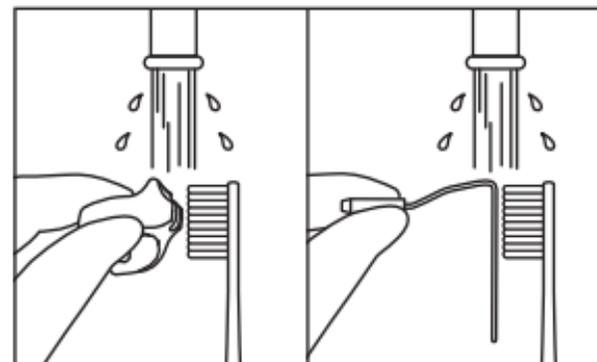

Fig. 18
- 3) Nettoyez les surfaces externes de l'embout de pulvérisation interne et du porte-embout à l'aide d'une brosse à dents à poils souples, chacun, pendant 15 secondes ou plus. (Fig. 18)